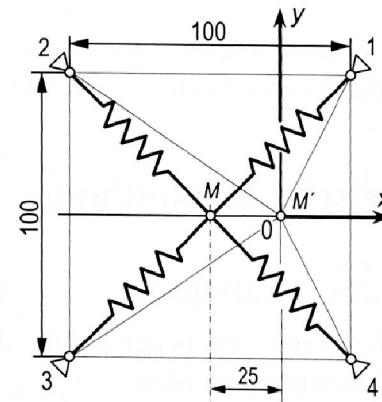

Bild 3.22: Federsystem
7. Vier Federn mit der Federkonstanten $c_1 = 200 \text{ N/cm}$, $c_2 = 400 \text{ N/cm}$, $c_3 = 500 \text{ N/cm}$ und $c_4 = 600 \text{ N/cm}$ sind mit ihren Enden im Punkt M (Bild 3.22) gelenkig zusammengeschlossen. Ihre anderen Enden sind an den Ecken eines Quadrates mit der Seitenlänge $a = 100 \text{ mm}$ gelenkig befestigt. Bei symmetrischer Anordnung des Systems mit dem Mittelpunkt M sind die Federn entspannt. Der Mittelpunkt des Federsystems wird aus der Lage M in die Lage M' gebracht. Welche Kraft \vec{F} ist erforderlich, um ihn in der ausgelenkten Lage festzuhalten?